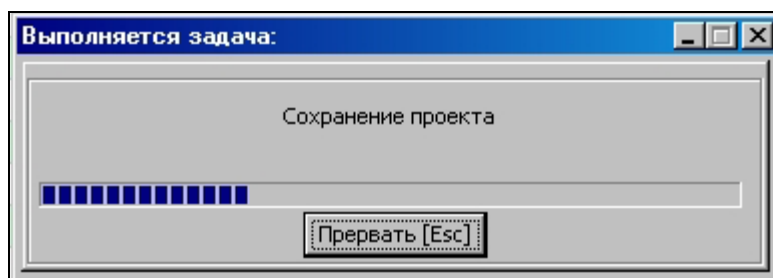

Рисунок 64
3.3.1.3 Если во время сохранения проекта есть связь с блоком, запустится процесс загрузки всех имеющихся в интерфейсе файла описания блока значений уставок. Процесс загрузки будет отображаться в диалоговом окне «Выполняется задача:» (рисунок 64).